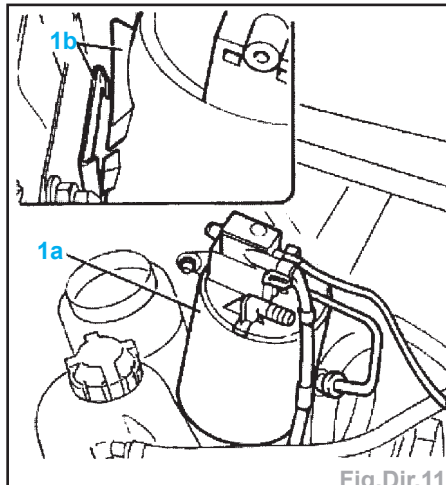

Fig.Dir.11
- Désolidariser le filtre à charbon actif (1a) de son support (1b) et mettre de côté (Fig.Dir.11).